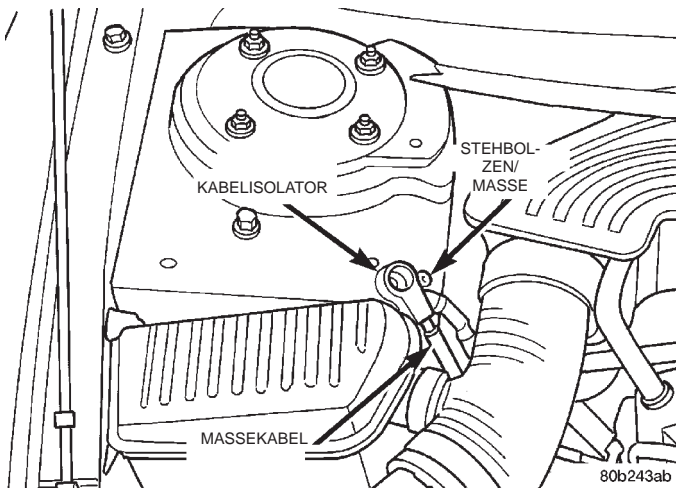

Abb. 52 Korrekt isoliertes Massekabel
(1) Massekabel der Batterie vom Stehbolzen am rechten Federbeindom lösen. Dann das Massekabel korrekt isolieren. Hierzu den Kabelisolator auf den Stehbolzen setzen (Abb. 52).